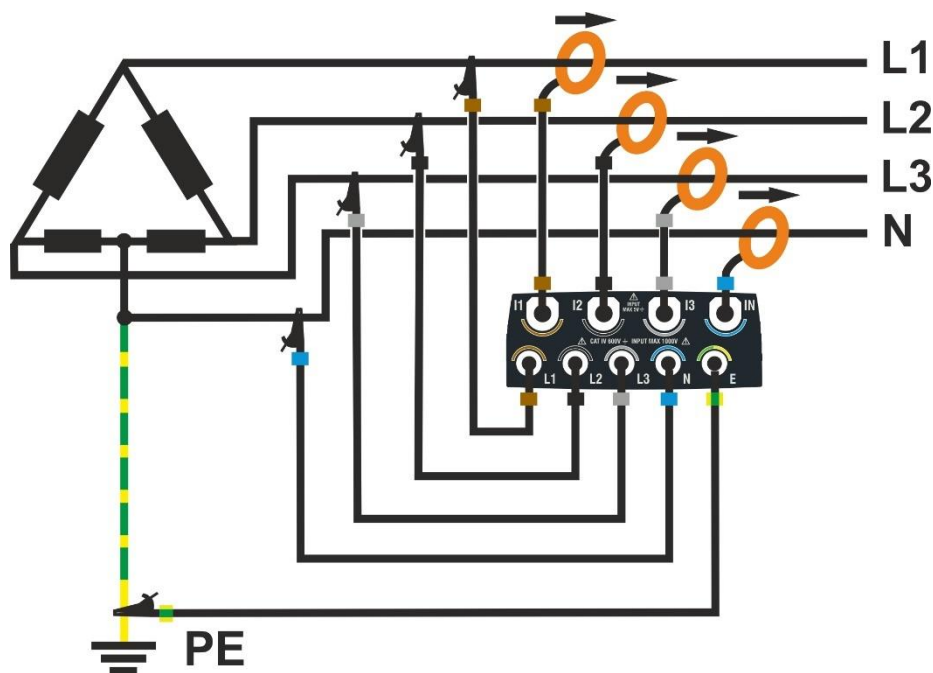

Fig. 68: Conexión del instrumento en un sistema Trifásico 4 hilos 3F HL
2. Conecte los cables de tensión en los conductores de L1, L2, L3, N y PE como se muestra en Fig. 68. Verifique **en el visualizador la indicación “1-2-3” relativa al correcto sentido cíclico de las fases** (ver el § 5.1.1)